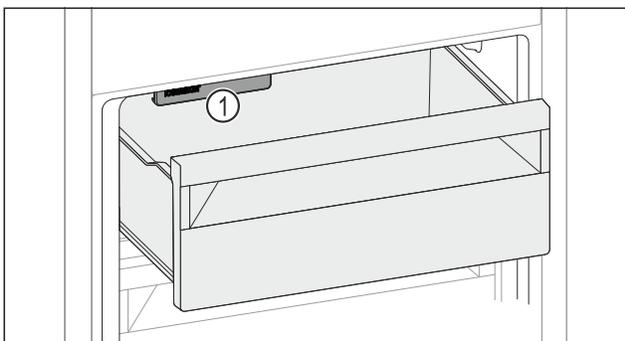

Fig. 114
- ▶ Tenez compte de l'IceMaker Fig. 114 (1).